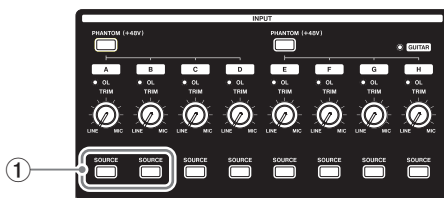

Fig 9
- Then, press **INPUT SOURCE-A** and **B** buttons (Fig. 9-①) to set the **TRACK 9-10** input signals to **MIC/LINE INPUTS A** and **B**.
After setting, A-B appears for **TRACK 9-10** on the display (Fig. 9-②).
- 続いて**[TRACK 9-10]**の入力信号を **MIC/LINE INPUTS** 端子 **A-B** ch に設定するため、**[INPUT SOURCE]-[A]**、**[B]** ボタン (Fig9-①) を押す。
設定後、LCD画面に**[TRACK 9-10]**に**[A-B]** (Fig9-②) が表示される。